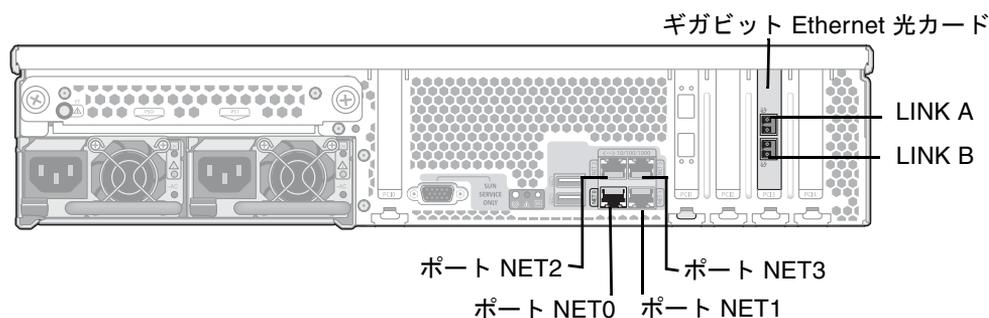

図 5-28 サーバー 2 台の HA 構成の NIC ポート
サーバー 2 台構成の Sun StorageTek 5320 NAS Cluster Gateway システムは、一般にボード上の 4 つのギガビット銅ポートと 2 枚のデュアルポートギガビット Ethernet カードを使用して構成されます (図 5-28 を参照)。
- 使用している LAN からの Cat5 (100BASE-T ネットワークの場合) または Cat5e (1000BASE-T ネットワークの場合) の Ethernet ケーブルを、各サーバーの背面にある NIC NET1、NET2、または NET3 ポートに接続します。NIC ポートの位置については図 5-28 を参照してください。
- 各サーバーの背面にある、上部のギガビット Ethernet 光コネクタ (LINK A) にネットワークからのネットワーク光ケーブルを接続し、下部のギガビット Ethernet 光コネクタ (LINK B) にネットワークからの別のネットワーク光ケーブルを接続します。NIC ポートおよびギガビット Ethernet 光ポートの位置については図 5-28 を参照してください。